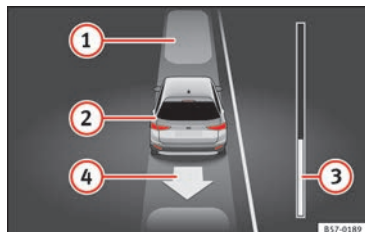

Fig. 222 En la pantalla del cuadro de instrumentos: desaparcar de un hueco en línea.
Legenda de la **fig. 222**:
7.	Retroceda hasta que suene la señal continua del ParkPilot. O BIEN: dé marcha atrás hasta que en la pantalla del cuadro de instrumentos aparezca la indicación de dar marcha adelante. La barra de progreso » fig. 222 ③ indica la distancia que hay que recorrer » pág. 271.